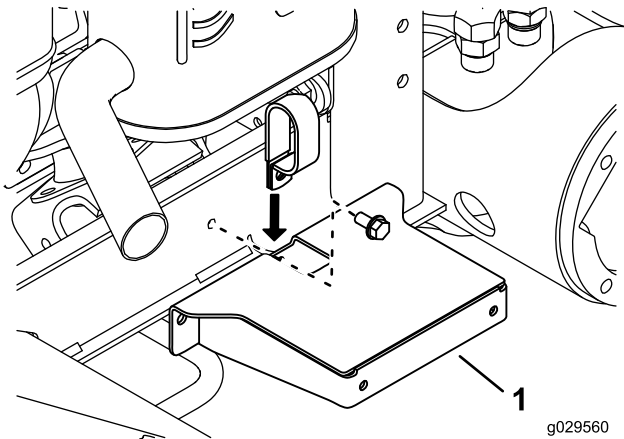

Figura 3
2. Inserite la parte inferiore della fascetta stringitubo nella fessura presente sulla parte superiore del supporto del parafango (Figura 3).
8. Montate, senza fissarli saldamente, la fascetta stringitubo e il supporto del parafango sul telaio con la fascetta stringitubo, il bullone e il dado (vedere Figura 3).